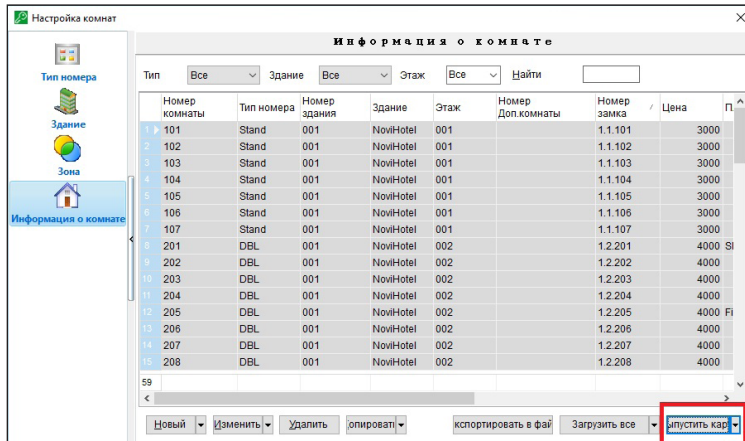

Рис. 35
- Поле окончания программирования всех замков рекомендуется провести синхронизацию времени во всех замках (Рис. 35).